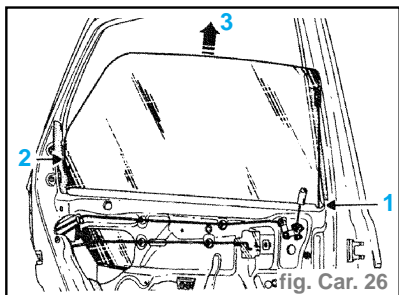

fig. Car. 26
- Faire passer l'avant et l'arrière de la vitre dans les deux encoches (1) et (2). (fig. Car. 26)
- Sortir la vitre du caisson de porte en suivant le mouvement (3).